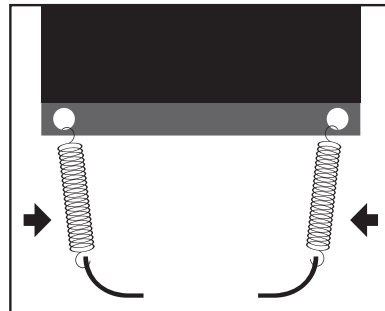

Fig. 25
4. Flexibele afdichting met veren bevestigen aan onderkant kolom (Fig. 25).